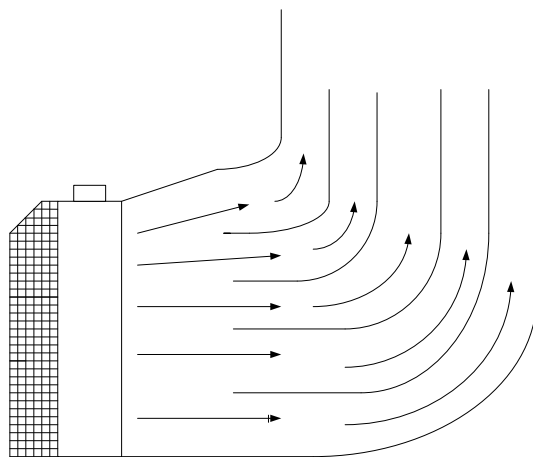

Рисунок 5.
* Если горячий воздух, выбрасываемый радиатором, не может быть передан непосредственно в наружу, то при сооружении вытяжного колпака необходимо сделать воздуховоды внутри колпака. (См. Рисунок 5).